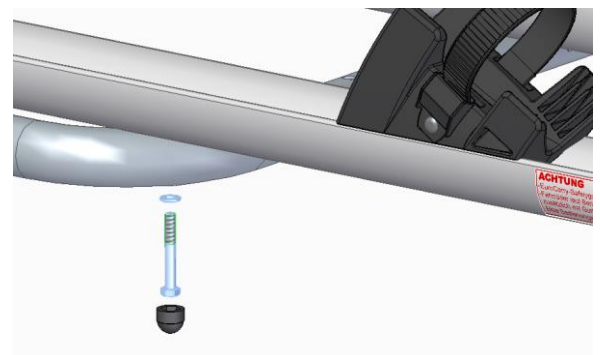

Abbildung 14
Montieren Sie schlussendlich die Fahrradschienen (5), indem Sie jeweils zwei Sechskantschrauben M6x45mm wie in Abbildung 14 von unten durch die Bohrungen des Auslegers schieben und in die Nutensteine schrauben, die sich bereits in der Fahrradschiene (5) befinden.